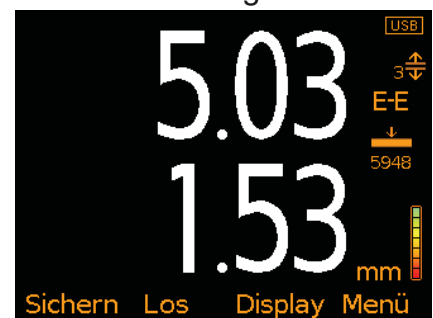

Bild 5: Messwert & Abweichung
- **Messwert & Abweichunga (Bild 5):** Der letzte Messwert wird zusammen mit der Abweichung vom Nominalwert angezeigt. Letzterer wird eingestellt über Menü/Grenzwertspeicher/Grenzw.-Speicher erstellen/Einst. Nominalwert.